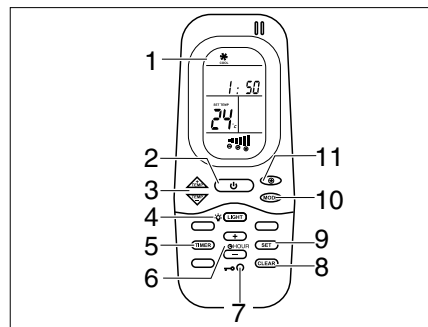
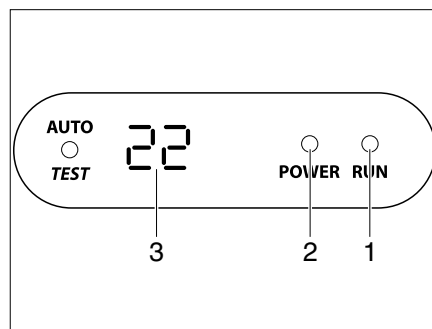

Bild 119 Fernbedienung
Bild 120 Display am Diffusor
Die Klimaanlage ist auf dem Dach des Fahrzeugs angebracht. Die Fernbedienung (Bild 119) für die Klimaanlage befindet sich im Küchenbereich.
- Fahrzeug an die 230-V-Versorgung anschließen. Die Klimaanlage ist betriebsbereit. Die LED (Bild 120,2) am Display des Diffusers leuchtet rot.
- Zum Einschalten den Ein-/Ausschalter (Bild 119,2) auf der Fernbedienung drücken. Die LED (Bild 120,1) leuchtet grün, wenn die Klimaanlage im Kühlbetrieb arbeitet. Die LED (Bild 120,1) leuchtet rot, wenn die Klimaanlage im Heizbetrieb arbeitet.
- Die gewünschte Betriebsart mit der Taste MODE (Bild 119,10) einstellen.
- Bei Bedarf mit der Taste (Bild 119,11) die gewünschte Gebläsestufe und mit den Tasten (Bild 119,3) die Raumtemperatur einstellen.
- Zum Ausschalten den Ein-/Ausschalter (Bild 119,2) auf der Fernbedienung erneut drücken.
- Zum Programmieren die Klimaanlage mit dem Ein-/Ausschalter (Bild 119,2) auf der Fernbedienung einschalten.
- Taste TIMER (Bild 119,5) drücken. Die ON-Anzeige der Startzeit wird aktiviert.
- Mit den Tasten TEMP (+/-) (Bild 119,3) die Uhrzeit einstellen.
- Erneut die Taste TIMER (Bild 119,5) drücken. Die OFF-Anzeige der Startzeit wird aktiviert.
- Erneut die Taste TIMER (Bild 119,5) drücken.
- Am Ende der Einstellung die Taste SET (Bild 119,9) drücken.
- Um die Timer-Programmierung zu löschen, Taste CLEAR (Bild 119,8) drücken.